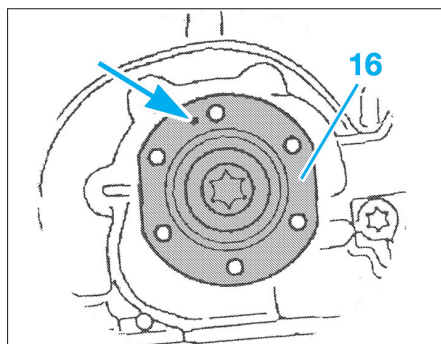

Fig. 13
- Poser le moyeu de vilebrequin (16) de façon à ce que le repère (flèche) soit orienté vers le haut et le serrer avec une vis neuve (Fig.13).